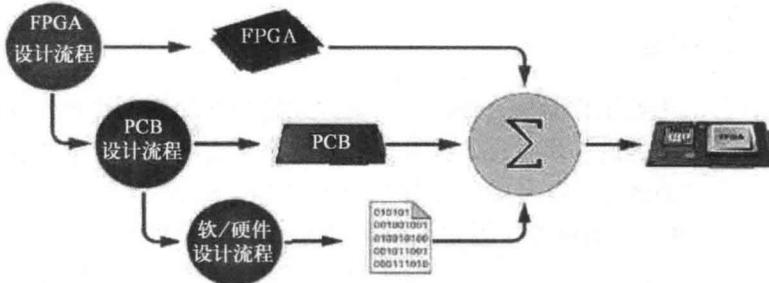

图 1-3 电子系统设计流程
**2) 传统的系统设计流程** 传统上，包含 FPGA 器件设计和嵌入式软件设计的系统开发流程需要经历 FPGA 设计、PCB 设计、嵌入式软件设计三个阶段，如图 1-3 所示。